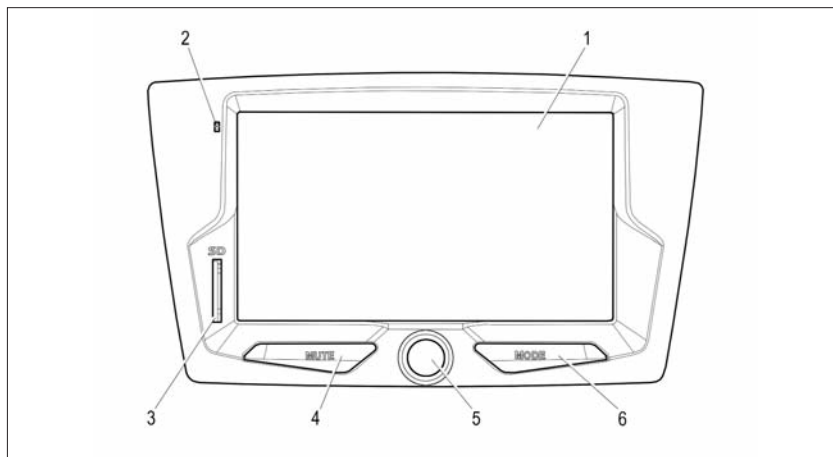

Рис. 1. Лицевая панель радиоприемника
2.2.1 Полностью отключить звук ММС можно кнопкой **MUTE 4** (рис. 1). При этом на дисплее (в правом нижнем углу) появится соответствующая пиктограмма.
2.3.1 Кнопка **MODE** (рис. 1) служит для переключения режимов работы радиоприёмника, при этом будут отображаться только активные режимы.
Регулировка громкости осуществляется вращением ручки 5 вправо или влево (рис. 1).
2.5.2 Последовательным нажатием кнопки **MODE** (рис. 1) или нажатием отображаемых на дис-
- кнопкой **MODE** (рис. 1).